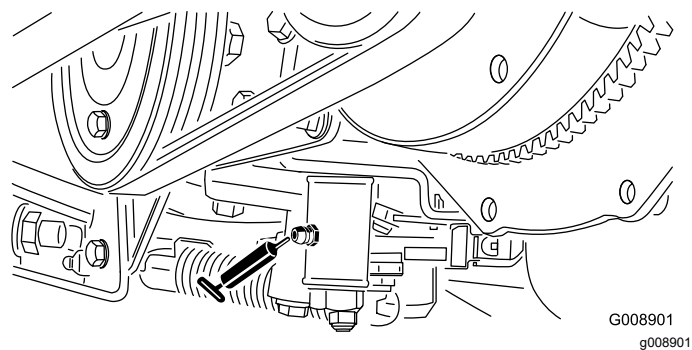

Рисунок 39
- Механизм регулировки нейтрали (**Рисунок 39**)